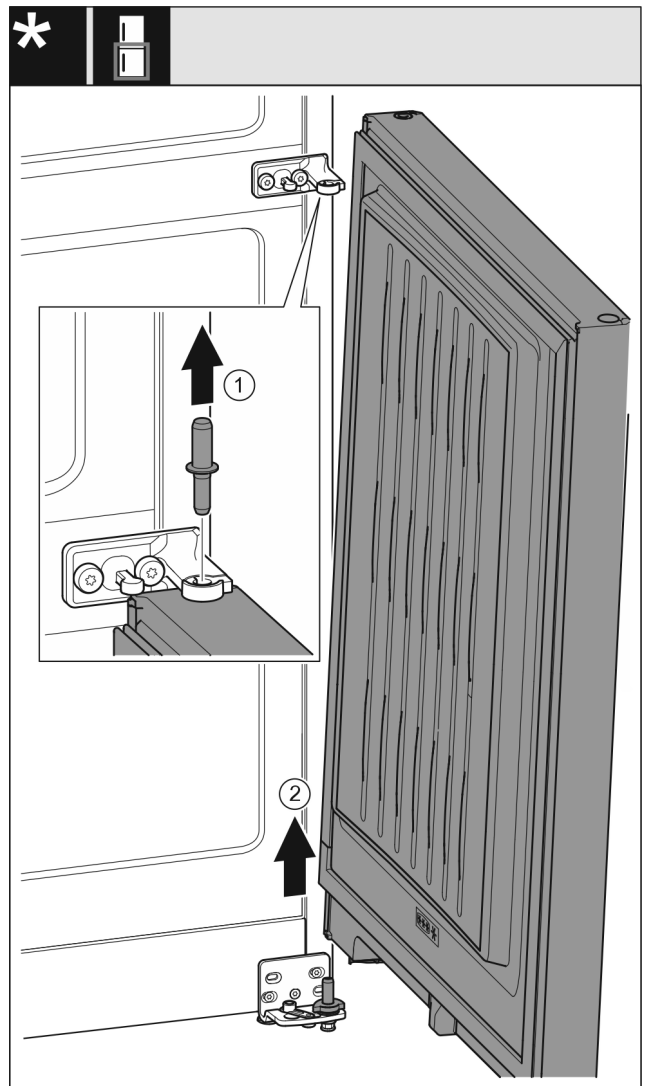

Fig. 26 Ohne Schließdämpfer*
- Bolzen Fig. 26 (1) nach oben herausziehen.*
- Tür Fig. 26 (2) herausschwenken, nach oben ziehen und beiseitestellen.*